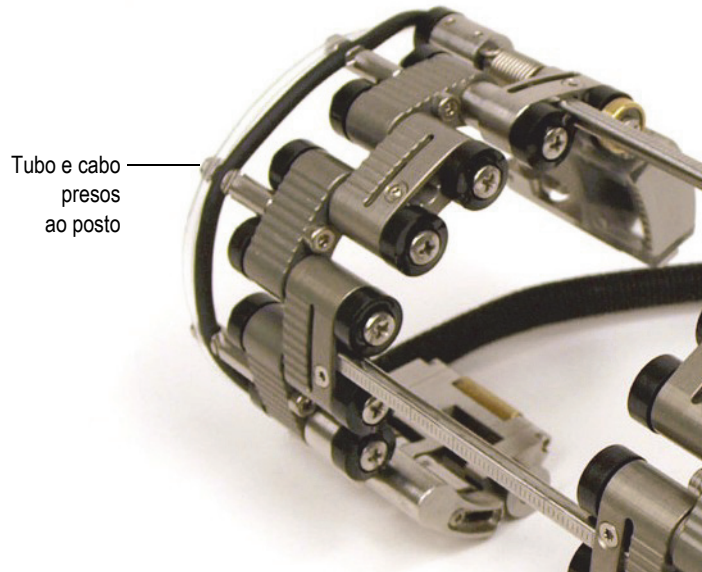

Figura 2-6 Colocar o tubo e o cabo no local de gerenciamento de cabo
3. No mesmo escâner, prenda os cabos e o tubo nos locais de gerenciamento de cabo (veja Figura 2-6 na página 39)